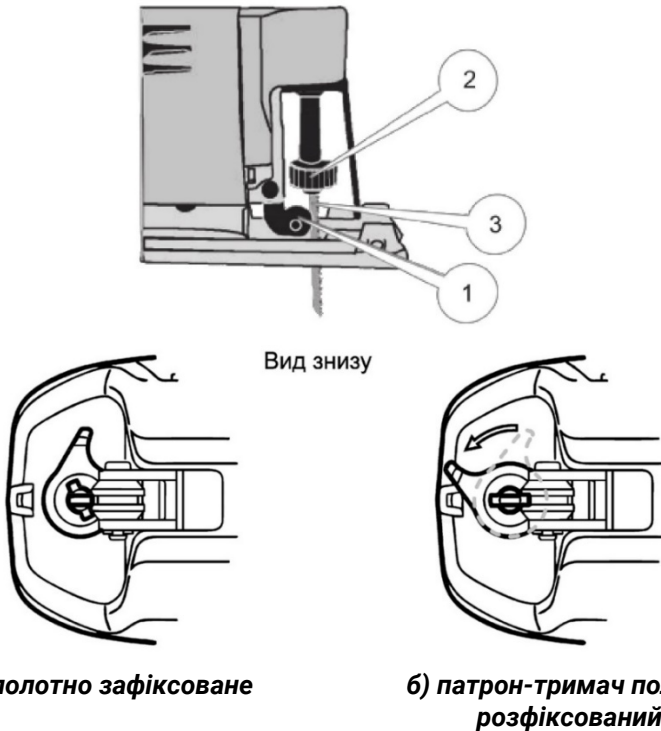

Рисунок 2. Схема встановлення та вилучення ріжучого полотна.
2. для встановлення полотна повернути та утримувати обойму (2, рис. 2) патрона-тримача проти годинникової стрілки;
3. вставити хвостовик полотна (3, рис. 2) в гніздо патрона до упору і відпустити обойму;